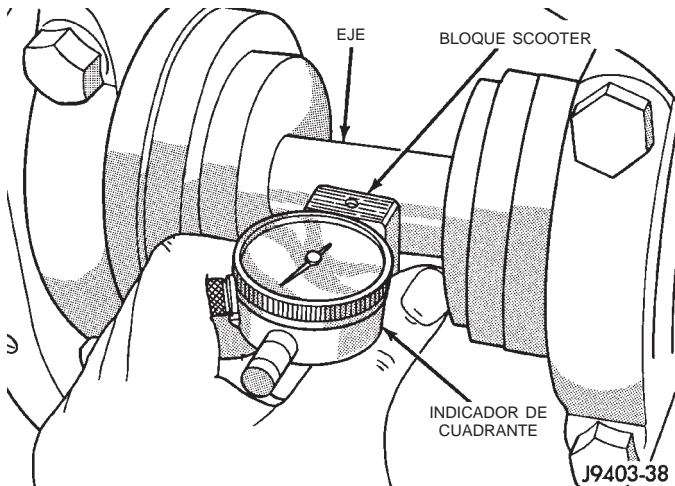

Fig. 81 Medición de profundidad del piñón satélite—Característico
(7) Con el bloque scooter aun en posición contra el bloque de altura del piñón, deslice lentamente el probador del indicador de cuadrante sobre el borde del bloque de altura del piñón. Observe la cantidad de revoluciones hacia la izquierda que la aguja del cuadrante recorre (aproximadamente 0,125 pulgadas) hacia el tope de afuera del indicador de cuadrante.
(8) Deslice el probador del indicador de cuadrante por el hueco entre el bloque de altura del piñón y la barra de ejes con el bloque scooter contra el bloque de altura (Fig. 81). Cuando el probador del cuadrante entra en contacto con la barra del eje, la aguja del cuadrante va a girar hacia la derecha. Vuelva a colocar la aguja del cuadrante en cero contra la barra del eje sin girar la cara del cuadrante. Continúe